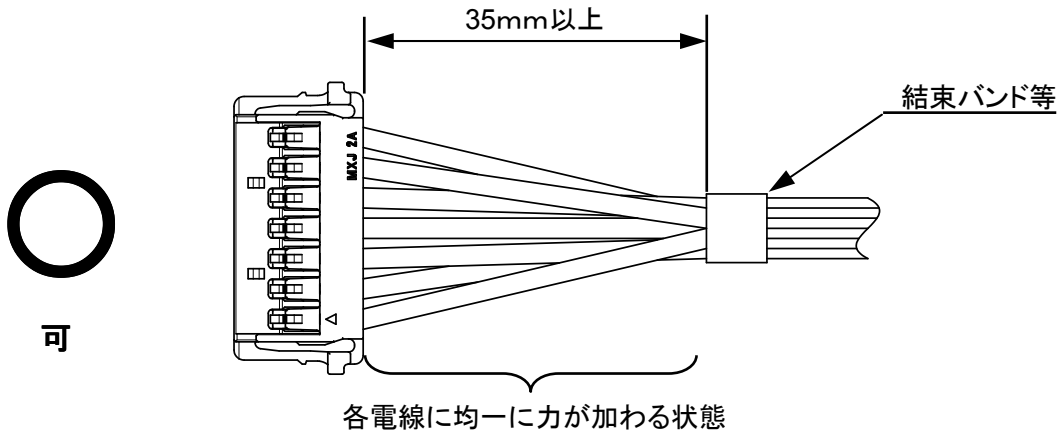

Fig.7-1 適切なハーネス結束状態
- ① 電線の結束は、コネクタから 35mm 以上のところで、電線に加わる力が均一になるようにして下さい。(Fig.7-1)